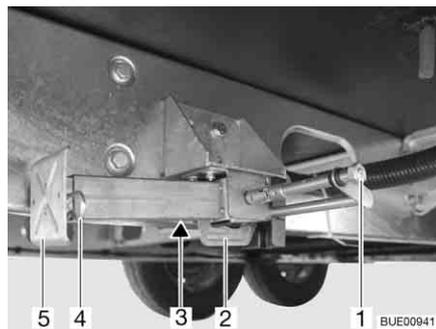

Fig. 45 Vérin stabilisateur
- Placer la clé à pipe sur l'écrou à six pans (Fig. 45,1) et tourner jusqu'à ce que le vérin stabilisateur soit en position verticale vers le bas.
- Lorsque la longueur des vérins stabilisateurs est réglable, faire sortir la goupille (Fig. 45,4) de la rallonge du pied d'appui (Fig. 45,5).
- Placer la clé à pipe sur l'écrou à six pans (Fig. 45,1) et tourner jusqu'à ce que le vérin stabilisateur se dégage du sol.
- Rentrer complètement la rallonge du pied d'appui (Fig. 45,5) et insérer la goupille (Fig. 45,4) dans le trou prévu à cet effet.
- Tourner l'écrou à six pans (Fig. 45,1) jusqu'à ce que les vérins stabilisateurs soient pivotés vers le haut et que la glissière (Fig. 45,2) soit arrivée complètement à l'extrémité de la fente (Fig. 45,3).